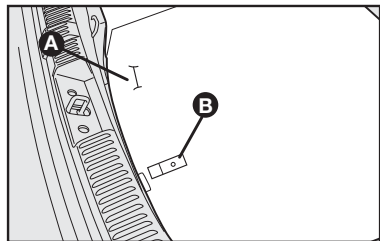

fig. 2
- Levantar o tapete de revestimento **A-fig. 2**, utilizando a alça **B** e prendê-lo no gancho na cobertura do porta-malas;